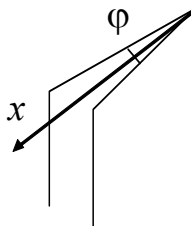

Рисунок 1.3
1.18. Определить высоту поднятия воды в вертикальном клиновидном стеклянном канале с шириной, которая изменяется по закону  $d = \varphi x$  ( $\varphi$  – угол расширения зазора) (рисунок 1.3).